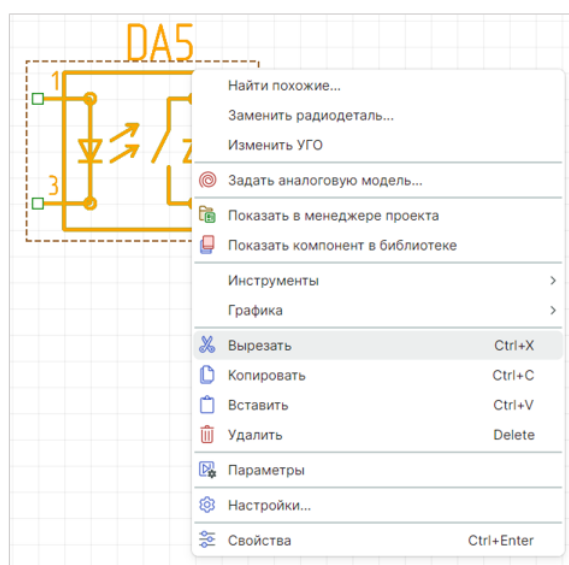

Рис. 226 Инструмент «Вырезать»
2. Вызовите контекстное меню и выберите пункт «Вырезать» или воспользуйтесь сочетанием клавиш «Ctrl+X», см. Рис. 226.